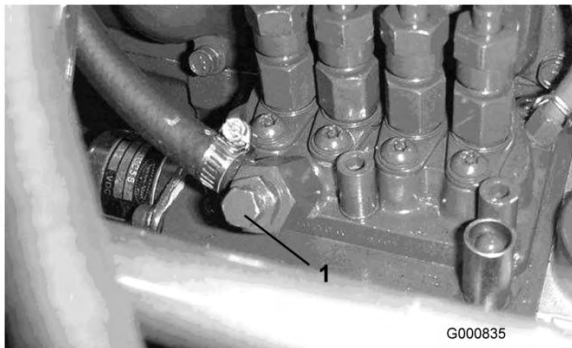

Figura 38
5. Abra el tornillo de purga de aire de la bomba de inyección de combustible (Figura 38).